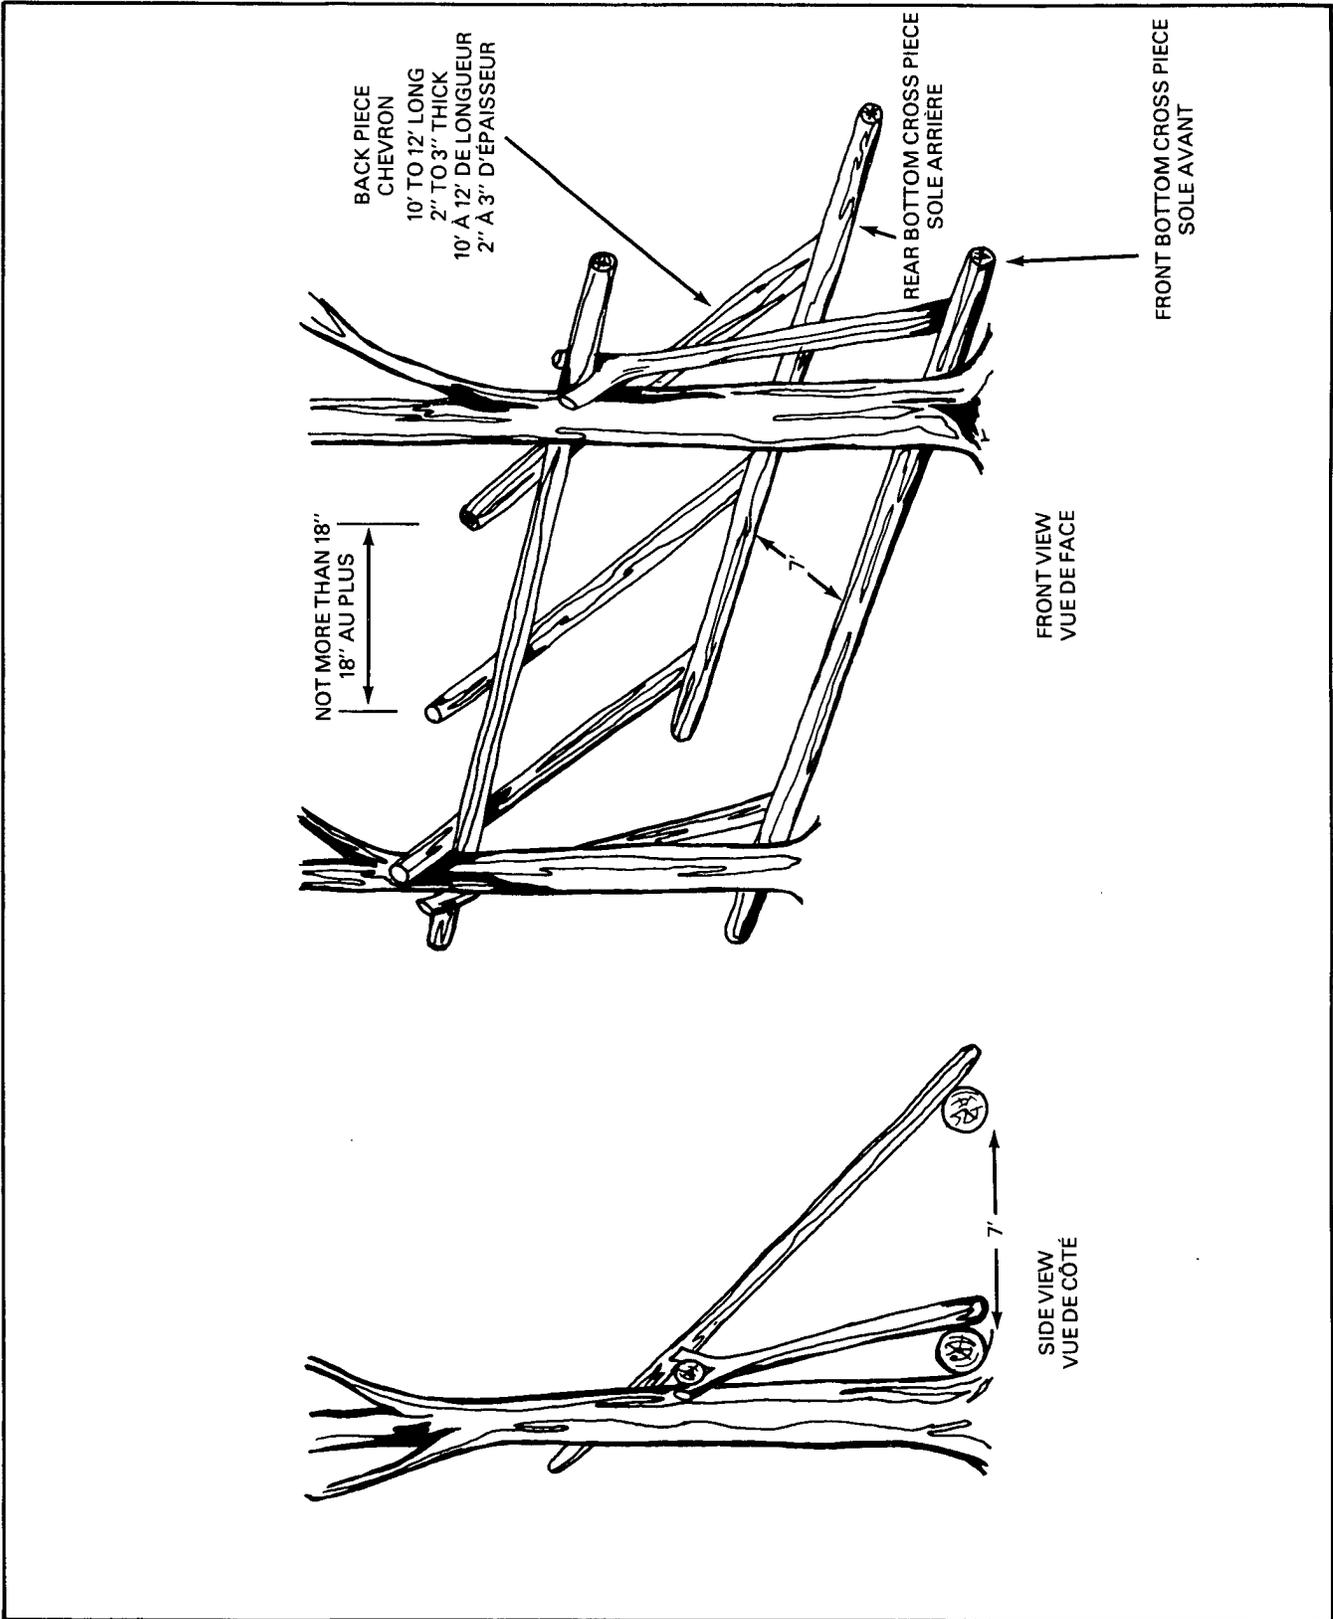

Figure 3-8 Single Lean-to Stage 2
- b. Place on the top crosspiece. This should be 4 to 5 inches thick at the butt end and about 4 feet longer than the distance between the uprights. This top crosspiece should be about 5 feet or shoulder height off the ground and on the roof side of the lean-to. It can be placed in a crotch of a tree or propped up. (See Figure 3-8). If the distance between the trees is over fifteen feet, then the crosspiece should be braced in the centre. Use a pole 3 to 4 inches in diameter and about 6 feet long. Make sure that the bottom of the pole is on solid footing. (See Figure 3-8.)
- b. Mettre en place, comme poutre principale, une pièce de bois d'un diamètre de 4 à 5 pouces au gros bout et d'environ 4' plus long que la distance entre les deux montants. Fixer cette poutre à 5 pieds ou à hauteur d'épaule au-dessus du sol et du côté où l'on projette d'ériger le toit. On pourra l'insérer dans la fourche d'un arbre ou l'appuyer comme à la figure 3-8. Si les deux arbres sont à plus de 15 pieds de distance, il faudra alors ajouter un support au centre. On pourra utiliser à cette fin une perche de 3 à 4 pouces de diamètre et d'une longueur d'environ 6 pieds. S'assurer que cette perche repose sur une base solide (voir figure 3-8).